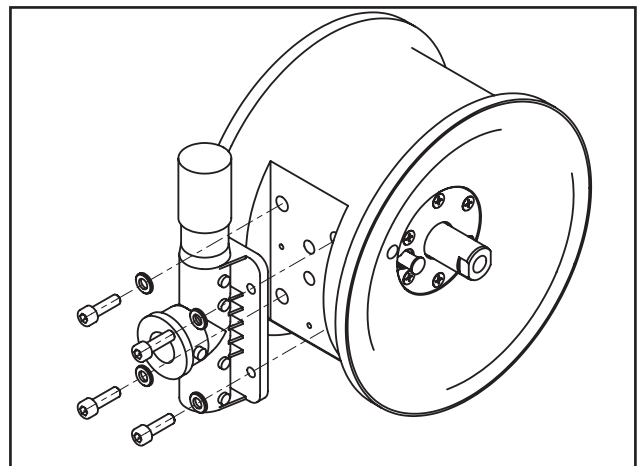

Abb. 19: DEPA AirSave System (DL15/25/40)
- Die vier Befestigungsschrauben am Steuerblock lösen. Jetzt können Sie das gesamte Steuerventil vom Steuerblock lösen. Dies ist auch ohne die vorherige Demontage der Pumpe möglich. (Abb. 19).